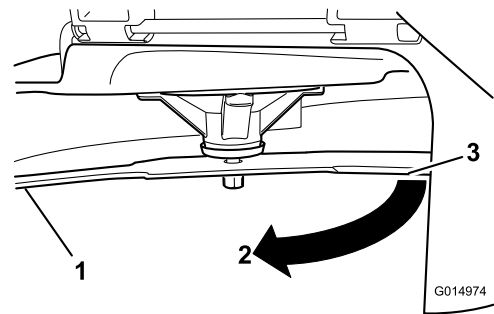

Figure 78
3. Distance mesurée entre la lame et la surface (A)
4. Tournez la même lame de 180 degrés pour amener l'autre tranchant à la même position (Figure 78).